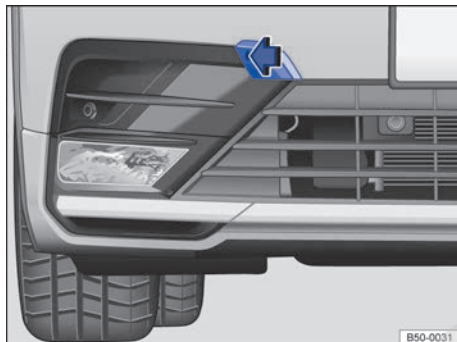

Fig. 237 En el lado derecho del paragolpes delantero: tapa del alojamiento de la argolla de remolque.
El alojamiento de la argolla de remolque enroscable se encuentra en el lado derecho del paragolpes delantero detrás de una tapa → fig. 237.
- Para desencastrar la tapa, presione sobre el borde de esta que mira hacia el lateral del vehículo → fig. 237 en el sentido de la flecha.